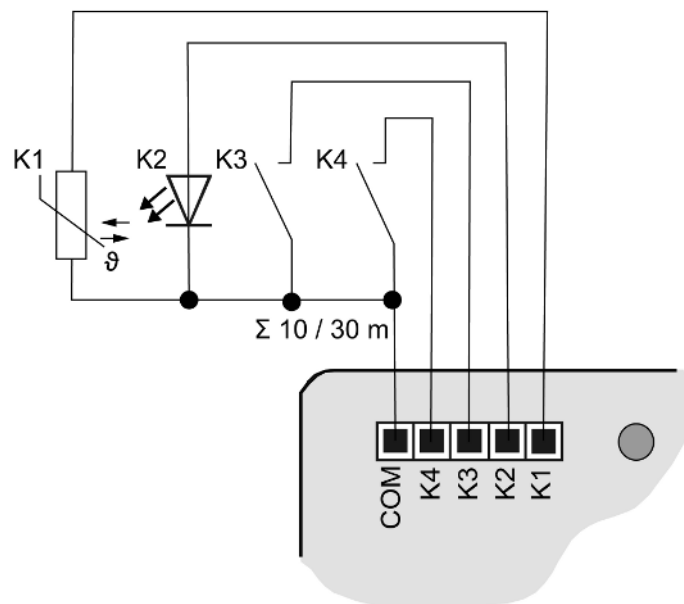
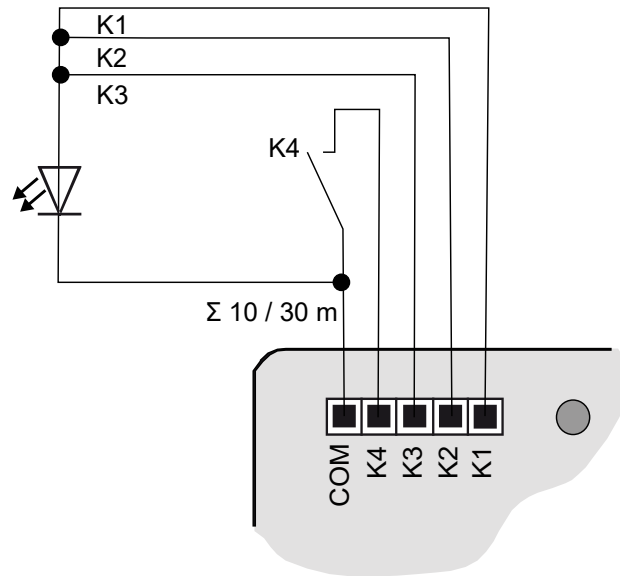

Figure 7: Exemple de raccordement
Figure 8: Exemple de raccordement avec des sorties en parallèle
- En option (uniquement variante "Confort") (voir chapitre "Accessoires" ▶ Page 27): Raccorder les boutons-poussoirs, commutateurs, contacts, LED ou NTC conformément aux exemples de raccordement avec les câbles de raccordement joints. Les exemples de raccordement (et (voir figure 8)) illustrent l'utilisation avec des entrées, des sorties et des capteurs.
- Raccorder les boutons-poussoirs, commutateurs, contacts, LED ou NTC conformément aux exemples de raccordement avec les câbles de raccordement fournis ((voir figure 7) et (voir figure 8)). Les exemples de raccordement illustrent l'utilisation avec des entrées, des sorties et des capteurs.
Possibilité de brancher des sorties en parallèle, pour les consommateurs ayant des besoins en courant plus élevés. L'exemple (voir figure 8) K1-K3, elles sont branchées en parallèle.